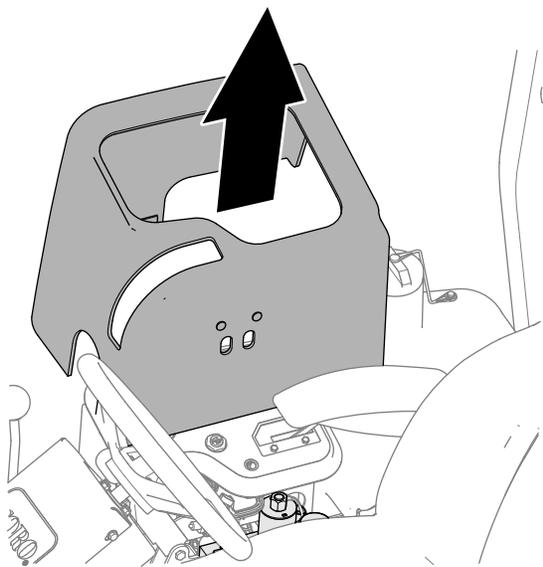

Figura 92
3. Levante la cubierta de la consola de montaje magnético (Figura 92) para tener acceso al distribuidor del cortacésped.